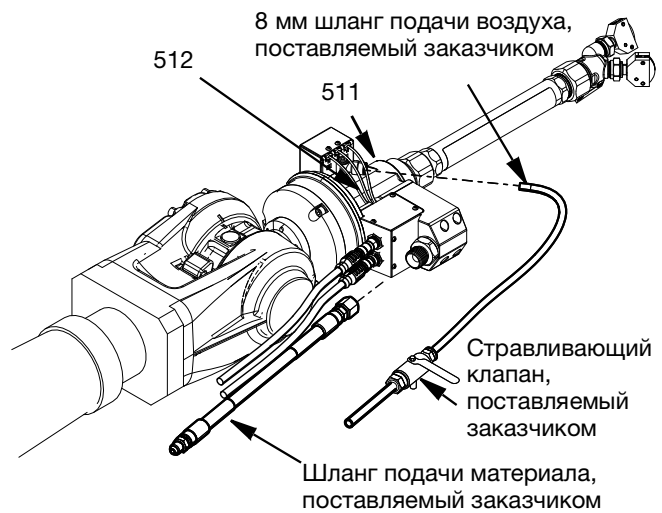

Рис. 7
Источник подачи воздуха подключается к пистолету SST Switch 3D с помощью полиуретанового шланга диаметром 8 мм, подключенного к поворотному штуцеру колена (512) на боковой стороне корпуса поворотного шарнира (511). Заказчику необходимо установить перепускной клапан между источником подачи воздуха и разъемом пистолета SST Switch 3D. См. Рис. 7.
Подключение шланга для подачи материала к пистолету SST Switch 3D осуществляется с помощью фитинга, предоставляемого заказчиком. Резьба на входе - 1/2 дюйма BSPP. См. Рис. 7.
3. Полностью сбросьте давление воздуха в линиях подачи воздуха, перекрыв поставляемый клиентом клапана сброса. См. Рис. 7.
4. Если наконечник сопла или шланг подачи материала засорены или давление было сброшено не полностью после выполнения вышеописанных действий, очень медленно отсоедините шланг подачи материала, предоставляемый заказчиком, от впускного патрубка BSPP 1/2 дюйма (604), (см. Рис. 7).